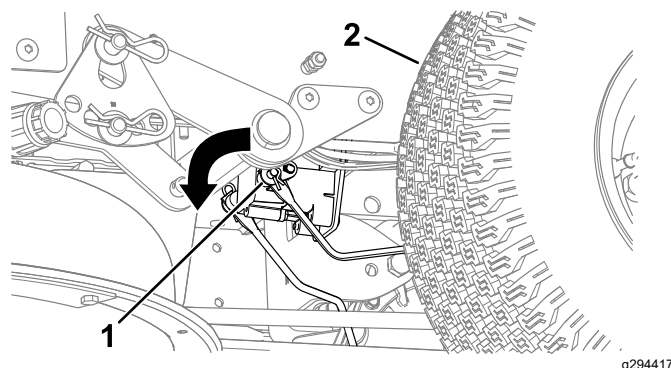

Figure 48
3. Localisez l'arbre sur le frein électrique au point de connexion des bras de liaison (Figure 48).